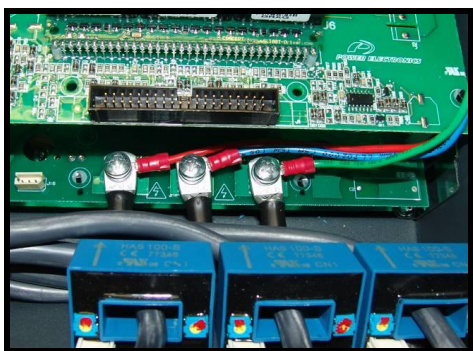

Figura 7.3.22
- 2) Desconectar todos los cables que van unidos a la pletina de conexiones y los tres cables de la bobina dv/dt que van a la tarjeta gate drive inferior (ver figura 7.3.22).